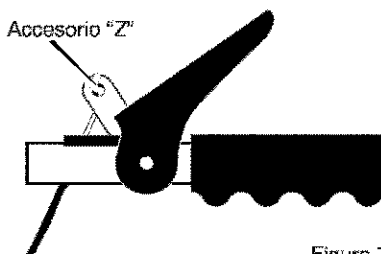

Figura 71
**Para asegurarse de que estén bien ajustados, suelte el accesorio "Z" en la palanca de propulsión (Figura 71).**